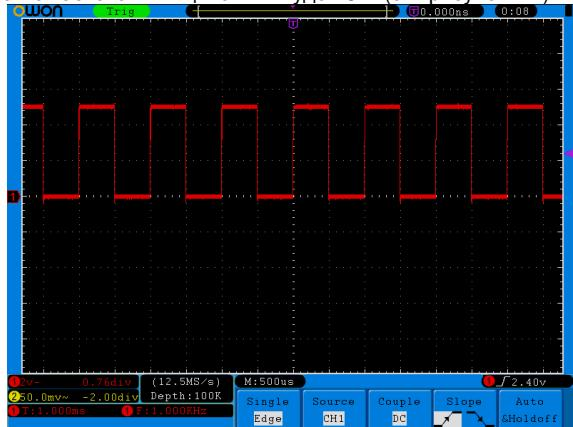

Рисунок 4.7. Автонастройка
Через несколько секунд на дисплее отобразится прямоугольный сигнал с частотой 1 кГц и амплитудой 5 В (см. рисунок 4.7).
2. Оцените форму полученной осциллограммы и отрегулируйте щуп, пока не будет достигнута правильная компенсация (см. рисунок 4.7 и рисунок 4.8).